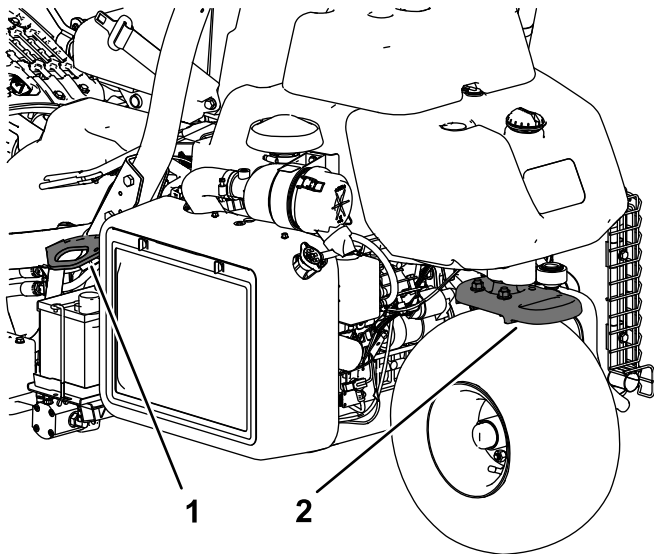

図 24
- 荷台に載せたら、ストラップ、チェーン、ケーブル、ロープなどで機体を確実に固定してください。機体の前後に取り付けた固定ロープは、どちらも、機体を外側に引っ張るように配置してください 図 24。